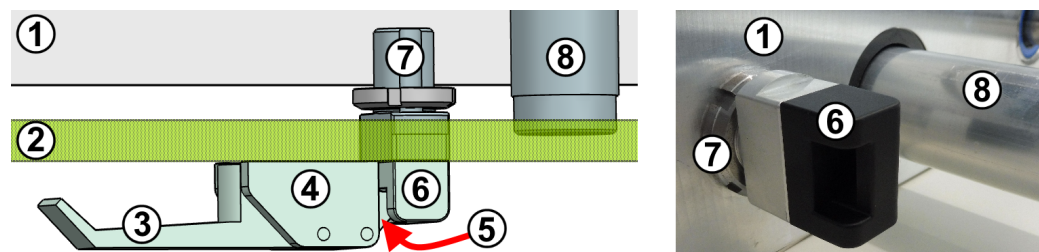

Bild 7-2: Querschnitts-Ansicht des Kniehebelspannmechanismus von oben (links) und Detailbild (rechts)
Die Bauteile des Kniehebelspannmechanismus sind in Bild 7-2 dargestellt:
In dieser Stellung können Riegel (Nr. 5 in Bild 7-2) und Rastblock (6) nicht kollidieren.